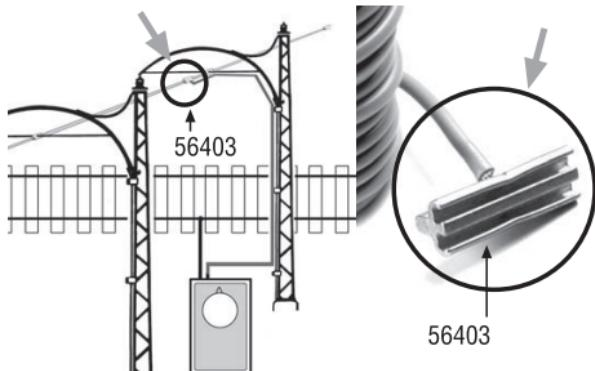

Abb. 5, Fig. 5, abf. 5
La mayoría de locomotoras eléctricas LGB pueden recibir la corriente eléctrica desde la catenaria LGB. Para ello es posible suministrar corriente eléctrica a la catenaria mediante el cable de conexión (LGB 56403). Para la creación de cantones de vía aislados eléctricamente se pueden utilizar las grapas aisladoras para hilo de contacto LGB 56203 (Fig.5).
- Per ciascun binario da scavalcare fare scorrere sulla sospensione trasversale un supporto con il foro verso il basso (fig. 5).